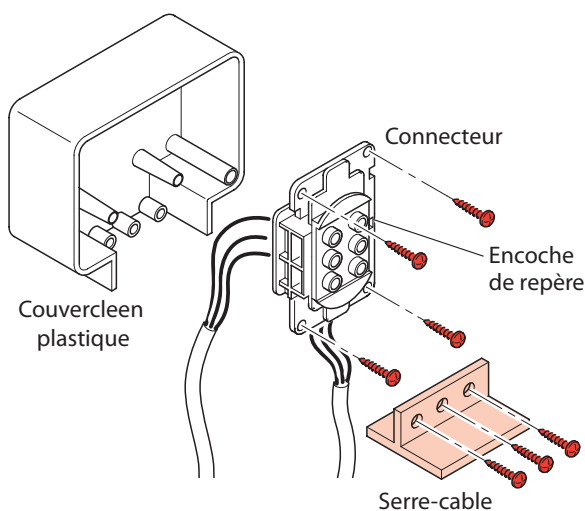

Fig. 3
2. Branchez le connecteur sur le couvercle en plastique en le fixant par les vis prévues à cet effet, ensuite fixez les fils sur le couvercle par un serre-câble (voir fig. 3).
On se conseille donc d'utiliser un câblage direct entre le tableau électrique et le connecteur Entrée/Sortie de l'onduleur (selon les instructions de branchement à pages 10-11, figures 3 et 4) dans les installations ou la courante en entrée de l'onduleur est au-dessus de 16A (exemple : MegaLine 3 103 36 ou 3 103 37 avec Vin=184V).